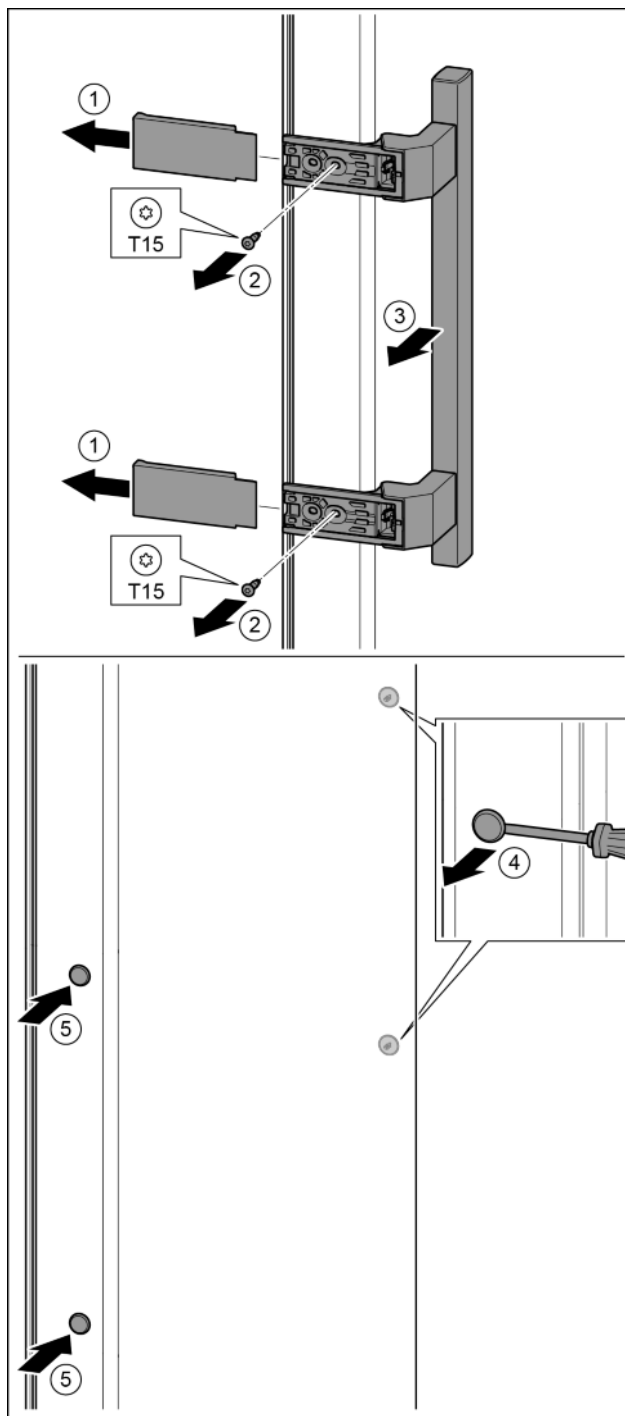

Fig. 29
- Abdeckung abziehen. *Fig. 29 (1)*
- Schrauben mit Schraubendreher T15 herausdrehen. *Fig. 29 (2)*
- Griff abnehmen. *Fig. 29 (3)*
- Seitlichen Stopfen vorsichtig mit einem Schlitzschraubendreher anheben und herausziehen. *Fig. 29 (4)*
- Stopfen auf der anderen Seite wieder einsetzen. *Fig. 29 (5)*